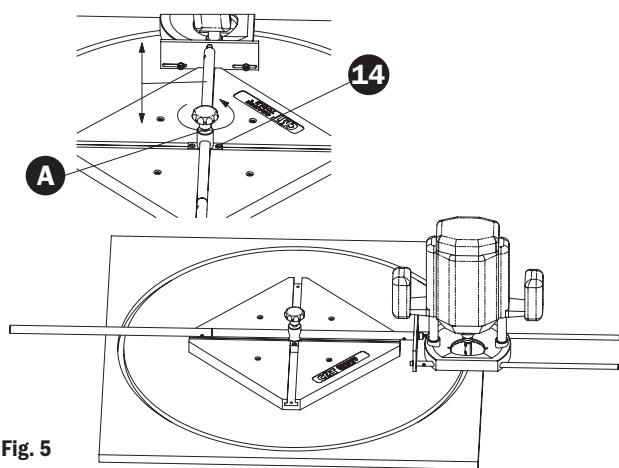

Fig. 5
**(Fig.5)** Inserire lo scorrevole completo (A) all'interno della scanalatura della struttura in plastica (1), muoverlo verso il centro della struttura in plastica (1) dove le scanalature si intersecano e fissarlo alla struttura (1) tramite le viti M4x25 svasate (14).